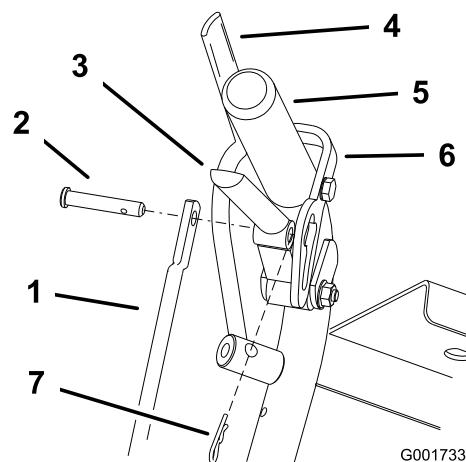

Figure 21
- Retirez les goupilles fendues et les axes de chape des leviers de déplacement et des verrous du point mort (Figure 21).